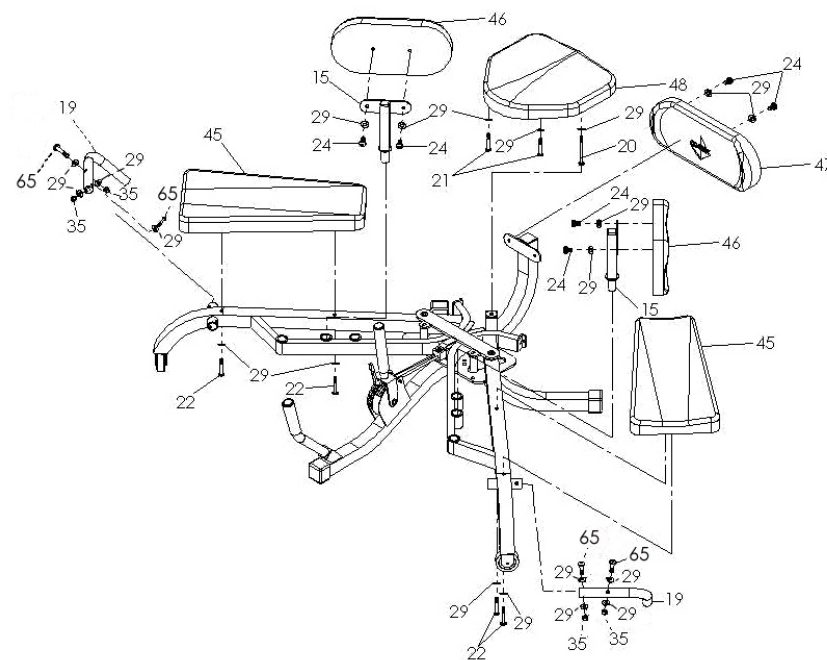

Figure 4; Schema 4; Figura 4; Abbildung 4
8. Bringen Sie an jeder Beinstütze (13 und 14) einen Handgriff (19) an. Verwenden Sie pro Beinstütze 2 Inbusschrauben (65), 4 flache Unterlegscheiben (29) und 2 Plastikmutter (35). Siehe Abb. 4.
9. Montieren Sie das Sitzpolster (48) an Hauptrahmen (1) und Sitzauflegeplatte (11). Verwenden Sie dazu 1 Inbusschraube (20), 2 Inbusschrauben (21) und 3 flache Unterlegscheiben (29). Siehe Abb. 4.
10. Montieren Sie die Beinpolster (45) an den Beinstützen (13 und 14). Verwenden Sie 2 Inbusschrauben (22) und 2 flache Unterlegscheiben (29). Siehe Abb. 4.
11. Montieren Sie das Rückenpolster (47) am Hauptrahmen (1). Verwenden Sie dazu 2 Inbusschrauben (24) und 2 flache Unterlegscheiben (29). Siehe Abb. 4.
12. Montieren Sie die Oberschenkelpolster an den Halterungen (15). Verwenden Sie pro Polster 2 Inbusschrauben (24) und 2 flache Unterlegscheiben (29). Siehe Abb. 4.
13. Montieren Sie die Halterungen der Beinpolster (15) in der gewünschten Position an den Beinstützen (13 und 14). Siehe Abb. 4.
8. Attach (1) bar post (#19) to each leg (#13 and #14) using (2) allen head bolts (#65), (4) washers (#29) and (2) nylon nuts (#35) per leg. See figure 4.
9. Attach the seat cushion (#48) to the main frame (#1) and seat support plate (#11) using (1) allen head bolt (#20), (2) allen head bolts (#21) and (3) flat washers (#29). See figure 4.
10. Attach the leg cushions (#45) to each leg (#13 and #14) using (2) allen head bolts (#22) and (2) flat washers (#29). See figure 4.
11. Attach the backrest cushion (#47) to the main frame (#1) with (2) allen head bolts (#24) and (2) flat washers (#29). See figure 4.
12. Attach the thigh pads (#46) to the thigh pad supports (#15) using (2) allen head bolts (#24) and (2) flat washers (#29) per thigh pad. See figure 4.
13. Attach the thigh pad supports (#15) to the legs (#13 and #14) as needed. See figure 4.